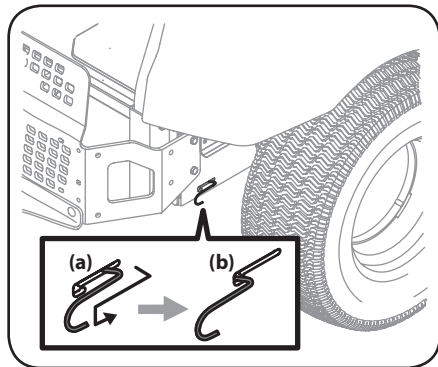

Figure 4-6
1. Repérez les tiges de dérivation des transmissions à l'arrière de l'appareil, près du côté intérieur de chaque pneu arrière. Voir Figure 4-6.
2. Pour déplacer l'appareil manuellement sans le démarrer, engagez les tiges de dérivation des transmissions qui se trouvent à l'arrière, de chaque côté de l'appareil. Pour engager les tiges de dérivation, tirez sur chaque tige (a) et accrochez la tige dans le trou (b) pour la fixer. Voir Figure 4-6.
3. Après avoir déplacé l'appareil, effectuez les étapes (a) et (b) dans l'ordre inverse pour désengager les deux tiges de dérivation. Voir Figure 4-6.